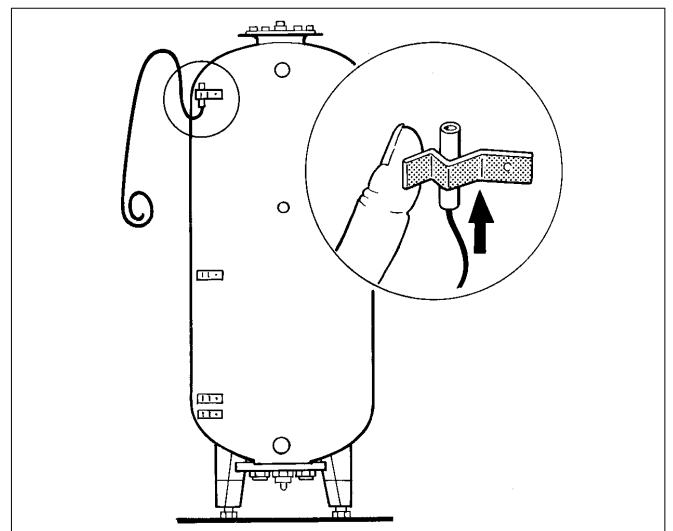

Fig. 5 Schemă de principiu
Senzorii de contact se pozează pe circumferința boilerului (Fig. 5).
- Senzorul se montează în suportul-arc astfel încât întreaga suprafață de contact a senzorului să fie în contact cu suprafața exterioară a boilerului (Fig. 5).